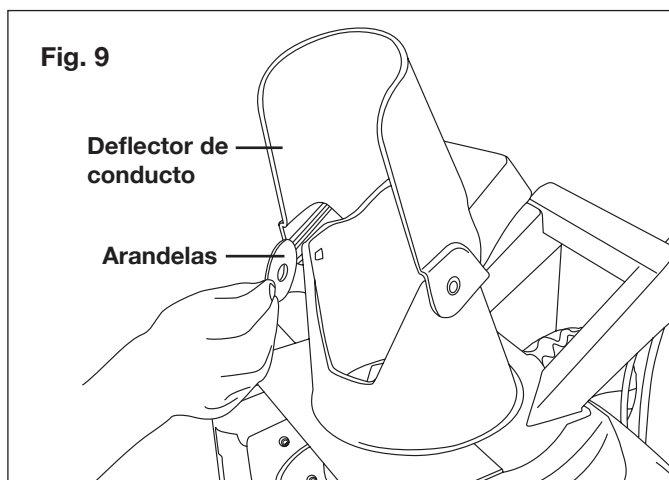

Fig. 9
3. Coloque la batería en el cargador deslizándola tal como se muestra para trabarla en su posición. Cuando inserte la batería en el cargador, la luz roja inferior se iluminará para indicar que la batería se está cargando (Fig. 9).
3. Inserte las arandelas en el medio de la conexión del conducto, atravesando los pernos de cabeza de hongo desde el interior del conducto, y apriételos con las perillas del deflector en cada lado (Figs. 9 y 10).